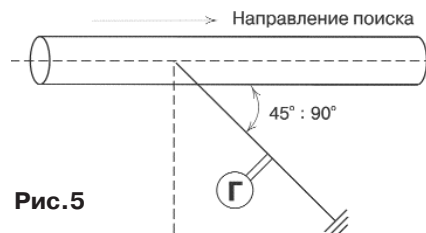

Рис.5
- штырь заземления максимально удалить от исследуемого кабеля (трубопровода); - угол между выходным проводом и направлением поиска в месте подсоединения генератора к кабелю должен составить 45 ... 90 град рис. 5;